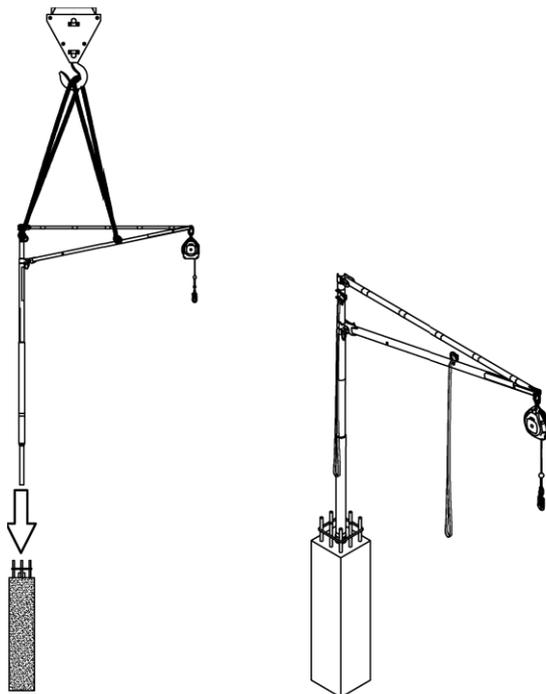

Рис. 32. Размещение устройства СкайРич.
- Убедитесь, что петли закреплены в подъемные проушины. В каждую проушину должна быть закреплена одна петля. Снимите пластиковую заглушку с гильзы, а затем установите устройство СкайРич в гильзу, см. Рис. 32. При необходимости можно устройство СкайРич можно направлять с помощью крюка СкайРич. Убедитесь, что петли закреплены в подъемные проушины. В каждую проушину должна быть закреплена одна петля. Снимите пластиковую заглушку с гильзы, а затем установите устройство СкайРич в гильзу, см. Рис. 29. При необходимости можно устройство СкайРич можно направлять с помощью крюка СкайРич.